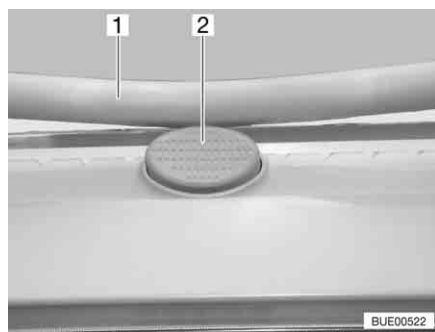

Fig. 61 Bouton de sûreté sur le lanterneau Heki
- Appuyer sur le bouton de sûreté (Fig. 61,2) et tirer l'étrier (Fig. 61,1) vers le bas avec les deux mains.
- Pousser l'étrier vers le haut avec les deux mains jusqu'à ce que ce dernier se trouve au-dessus du bouton de sûreté (Fig. 61,2).